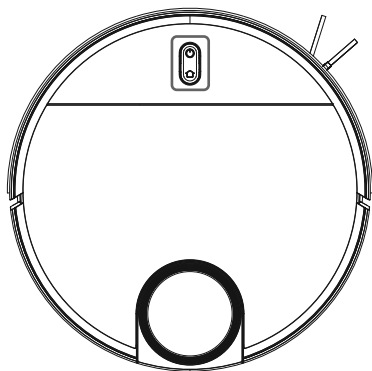

Fig. 7
- ▶ Maintenez simultanément les touches Marche/arrêt  et Home  enfoncées pendant quelques secondes pour passer l'aspirateur robot sur le mode de couplage (**voir fig. 7**).